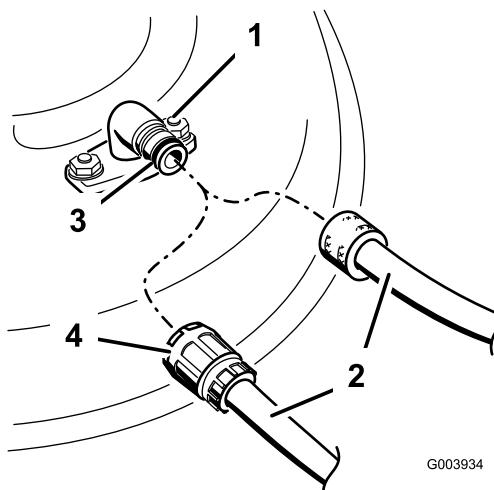

Figure 46
3. Vissez le raccord de lavage à l'embout de lavage du carter de tondeuse et ouvrez l'eau en grand (Figure 46).